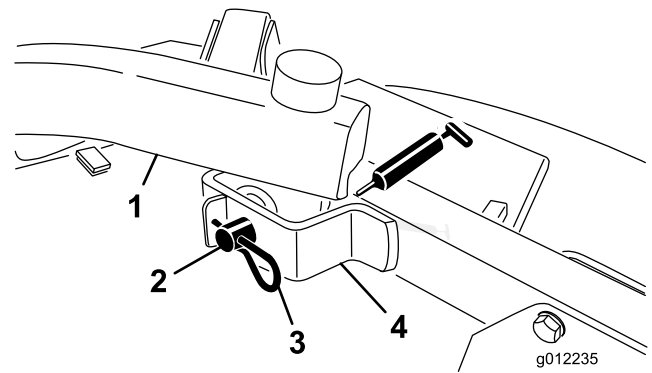

Figura 20
- Pivotes de los brazos de elevación delanteros (2) (Figura 20)